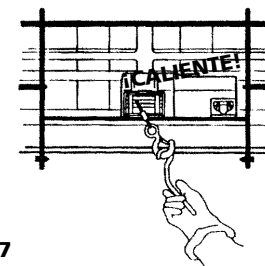

Figura 7
**⚠ ADVERTENCIA** *El tambor y el cable pueden calentarse mucho (Figura 7).*